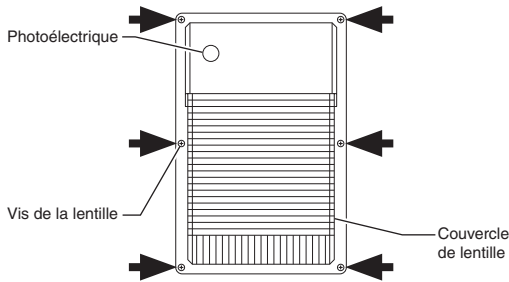

Figure 1
1. Au moyen d'un tournevis cruciforme, retirez les six vis qui fixent le couvercle de la lentille au luminaire (Figure 1). Retirez le couvercle de la lentille.